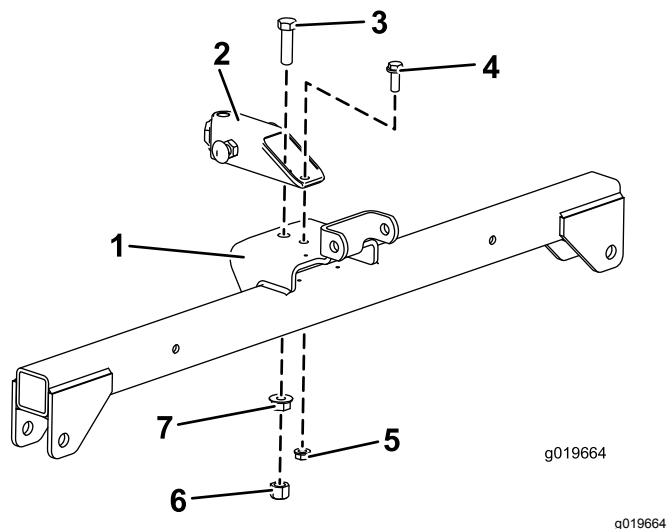

Рисунок 4
2. Свободно прикрепите клиновидную трубу к переднему отверстию в узле подвеса (Рисунок 4) с помощью болта (1/2 x 1-3/4 дюйма), гайки с фланцевой головкой (1/2 дюйма) и шестигранной гайки (1/2 дюйма).